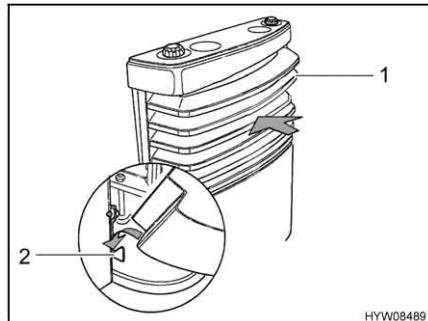

Fig. 76 Copertura del riscaldamento,
- Montare la copertura del riscaldamento. A tale scopo, collocare la copertura (Fig. 76,1) sui supporti inferiori (Fig. 76,2).